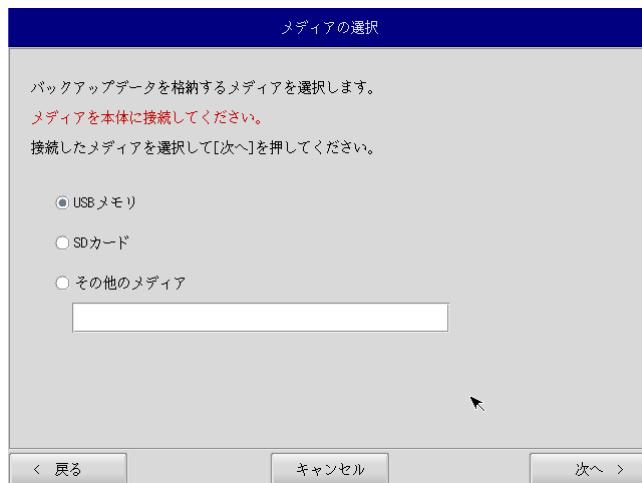

図6-3-1. メディア選択画面
- ② メディア選択画面（図6-3-1）が表示されます。バックアップファイルを保存するメディアを選択します。USBメモリまたはSDカードを選択し、本体にメディアを接続します。[次へ]ボタンを押します。